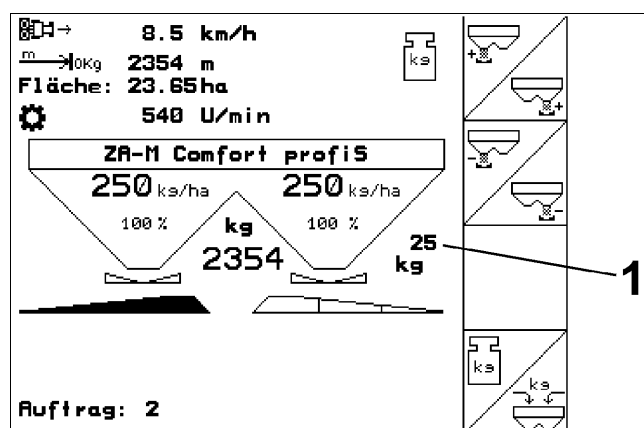

Рис. 38
- В рабочем меню отображается вышедшее количество удобрений (Рис. 38/1).